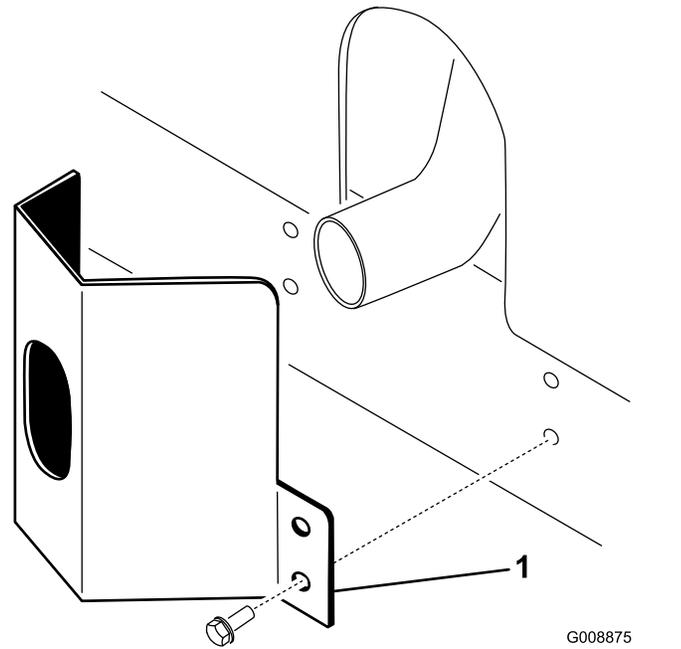

Figure 36
2. Fixez la protection de l'échappement sur le cadre à l'aide de 4 vis autotaraudeuses (Figure 36).
1. Placez la protection de l'échappement autour du silencieux et alignez les trous de montage sur ceux du cadre (Figure 36).